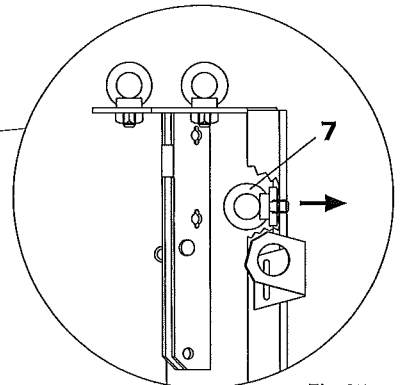

Fig.25c
3. Separare i due semipilastri tramite la vite di disarmo **7** (fig. 25c).